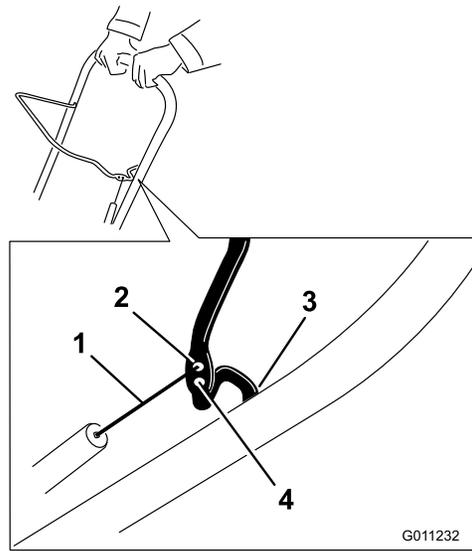

图 19
**注意** 长期使用之后传动皮带可能磨损并丧失适当的皮带张紧力。如果传动皮带在重负载下打滑连续发出尖叫声请将弹簧从调节连杆上断开并将弹簧的上端移动至距离控制杆枢轴点更远的孔图 19。然后将弹簧连接到调节连杆并调节控制拉索。